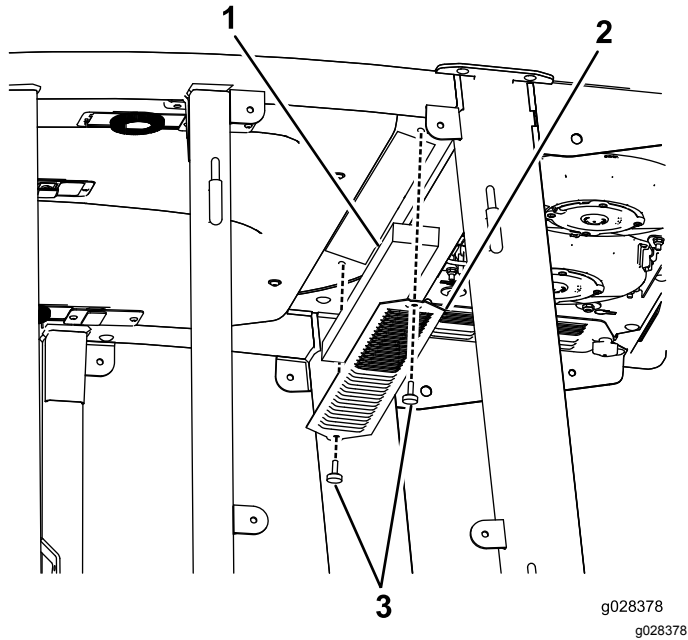
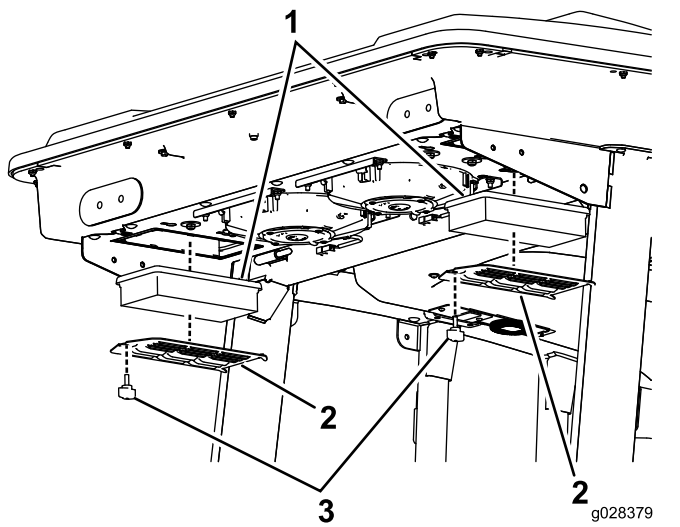
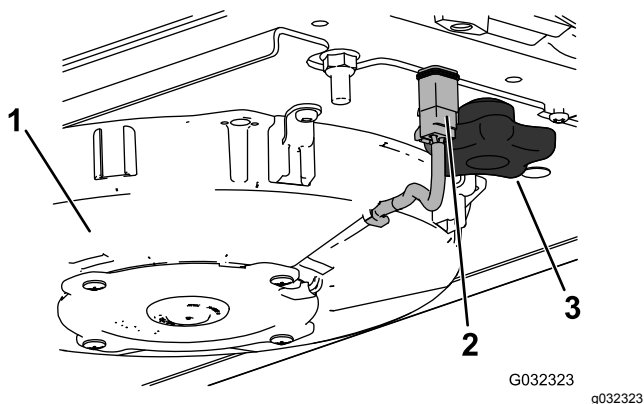
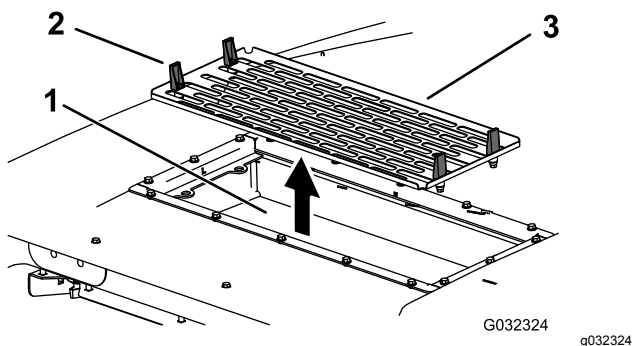

Figura 135
Figura 136
Figura 138
Figura 139
1. Retire los tornillos y las rejillas que cubren el filtro interior y el trasero de la cabina (Figura 135 y Figura 136).
2. Desconecte el cable de cada ventilador (Figura 138).
- 4. Abra los cuatro cierres del conjunto del aire acondicionado y retire la rejilla (Figura 139).
- 5. Retire los filtros de aceite (Figura 136).
- 7. Instale los filtros de aire, la rejilla y el conjunto del ventilador (Figura 136, Figura 138 y Figura 139).
- 8. Conecte el cable de cada ventilador (Figura 138).